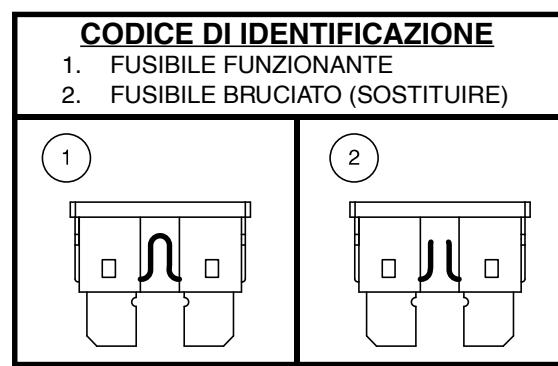

Figura 21. Sostituzione del fusibile
2. Esaminare il fusibile per accertarsi che sia bruciato. Vedere **figura 21**.